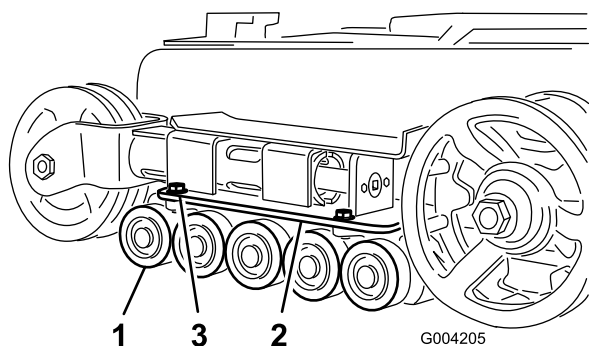

Figura 44
2. Rimuovere i 4 bulloni che fissano ciascuna guida inferiore dei cingoli che contiene le ruote non motrici e rimuoverle (Figura 44).